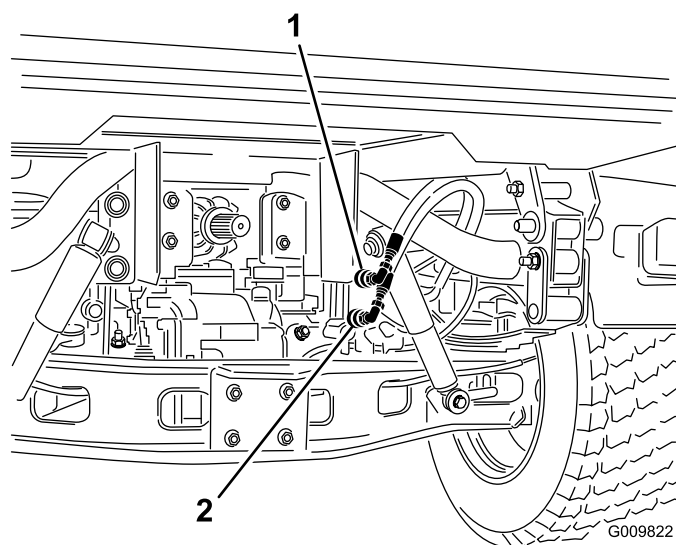

図 71
2. それぞれの車両で、クイックカップラ・ホース（2本）を、カップラブラケットのホースから外す（図 71）。